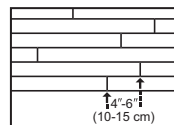

Figura 4
• Ponga atención para escalar los extremos de los tableros al menos de 4"-6" (10-15 cm) cuando sea posible en hileras adyacentes (Figura 4). Esto ayudará a lograr una apariencia general más favorable del piso.
Compruebe que exista un encaje ajustado entre todos los bordes y extremos de cada tabla. Las uniones de extremo de las hileras adyacentes deben escalonarse 4"-6" (10-15 cm) cuando sea posible, para lograr una apariencia general favorable (Figura 4).
Conservé 6" (15 cm) de distancia entre las juntas de extremo después de las primeras cuatro hileras para lograr una mejor apariencia (Figura 4).